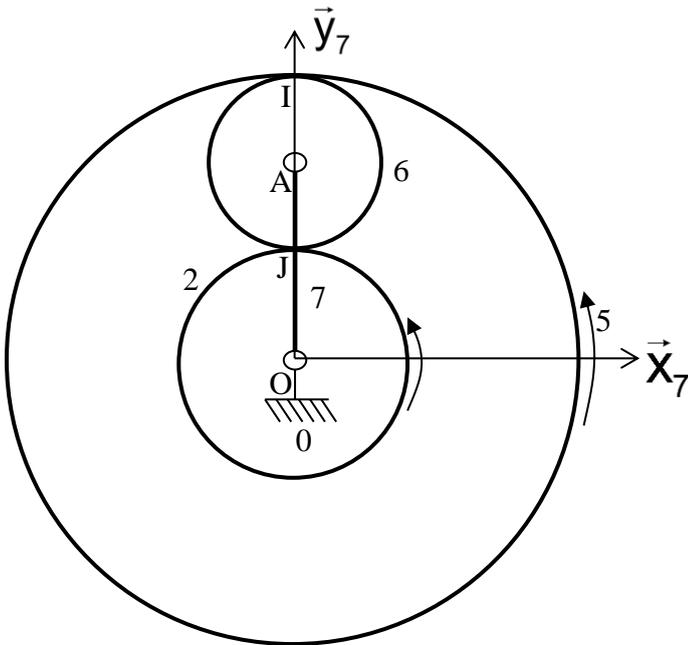

Figure 4 : Schéma cinématique de la transmission
La structure de la transmission ZSK250 est alors représentée sur le schéma cinématique de la figure 4.
Le cercle primitif de 5 représenté figure 4 est de diamètre  $D_{5b}$
**Question 2 : Etablir le graphe de liaison du mécanisme schématisé figure 4.**